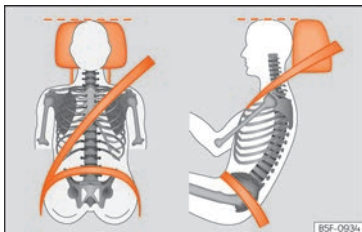

Fig. 8 Sangle bien ajustée et appui-tête correctement réglé.
- Réglez l'appui-tête de manière à ce que son bord supérieur soit, dans la mesure du possible, à la même hauteur que la partie supérieure de votre tête, et au moins à la hauteur de vos yeux. Gardez la nuque le plus près possible de l'appui-tête » **fig. 8**.